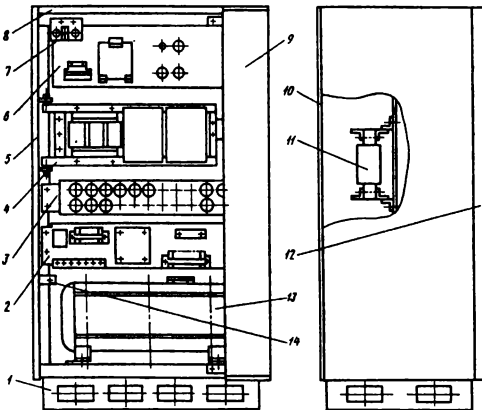

Рис. 6. Устройство выпрямительное ВКТ-3:
**Для регулировки натяжения плоскозубых ремней** надо открыть заднюю дверцу проекционной головки и проверить правильность натяжения ремней **4**, **6** и **8** (рис. 611) при помощи динамометра со специальной насадкой. При приложении усилия величиной 10 Н (1 кг) перпендикулярно к поверхности ремней в точках, указанных на рис. 6, стрела прогиба ремня должна составлять  $5 \pm 2$  мм. Регулировку натяжения ремней **4**, **6**, **8** производят подвижкой соответствующих натяжных роликов **5**, **7**, **9**. По окончании регулировки натяжения включают тумблер «БДО», запускают привод проектора и проверяют ход ремней. Смещение ремня 4 к краю шкива указывает на непараллельность вала электродвигателя **10** относительно вала привода **11**. Установить валы параллельно и отрегулировать их взаимное положение можно только при отключенном от питания кинопроекторе: в горизонтальной плоскости разворачивают электродвигатель вокруг вертикальной оси в пределах имеющихся зазоров при ослабленных болтах крепления плиты электродвигателя, в вертикальной – отпуская или затягиванием резиновых втулок болтами крепления плиты электродвигателя.